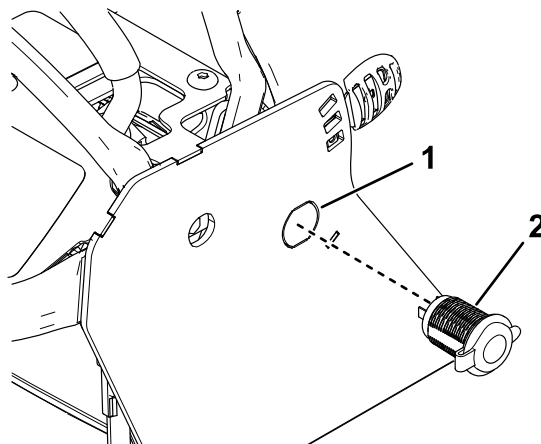

Figura 5
- Elimine la separación del lado derecho de la máquina (Figura 5).
- Instale el tomacorriente de 12 V y sujételo con el anillo de fijación (Figura 5).